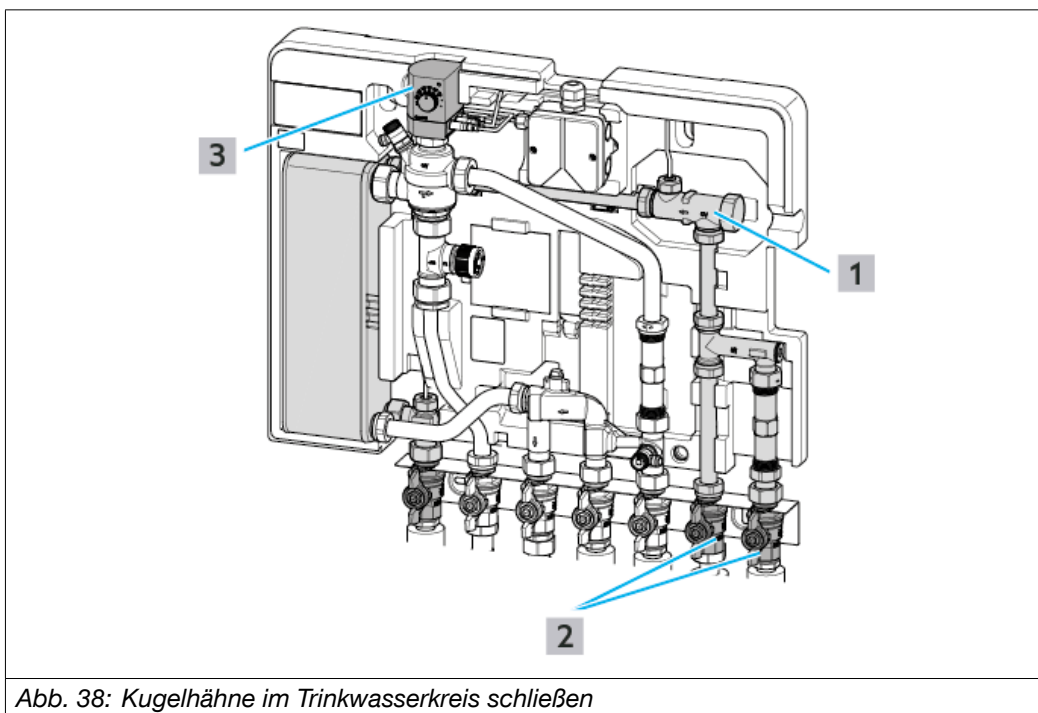

Abb. 38: Kugelhähne im Trinkwasserkreis schließen
1. Schließen Sie die Kugelhähne Kaltwasser-Zulauf und Kaltwasser-Ausgang ((2) in Abb. 38 auf Seite 63) im Trinkwasserkreis.